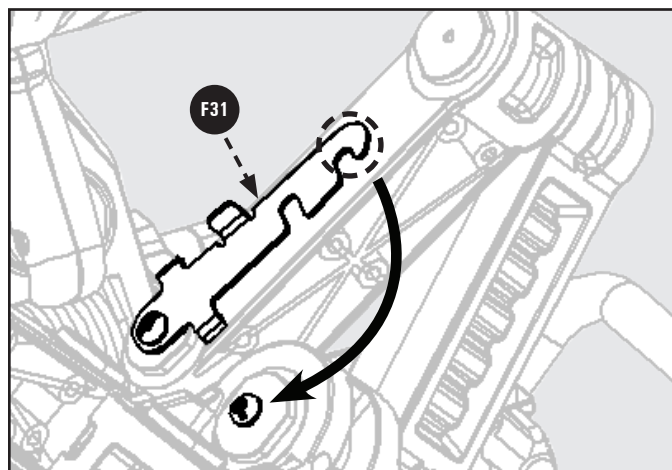

Figura 31
1. Para utilizar esta sierra como una sierra ingletadora tradicional y no deslizante: deslice el cabezal de la sierra hacia la posición totalmente retraído y coloque el bloqueo de prevención de deslizamiento **F31** muesca del zócalo, véase la Figura 31.